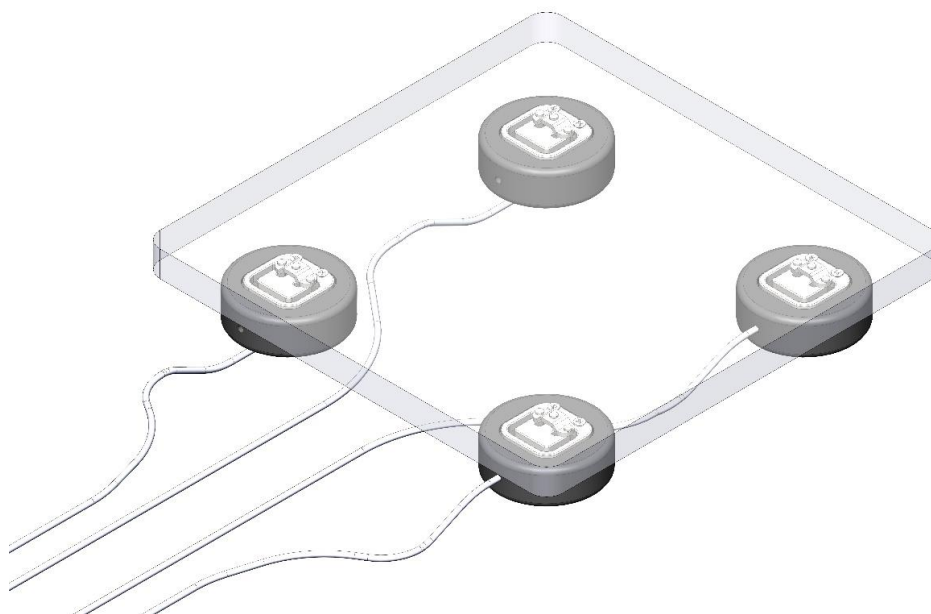

Рисунок 6.3 — Датчики з вантажоприймальною платформою
5. Встановити на датчики вантажоприймальну платформу (Рисунок 6.3) вагою **не менше 3 кг** (**важливо** - датчики повинні бути рівновіддалені від її центра):